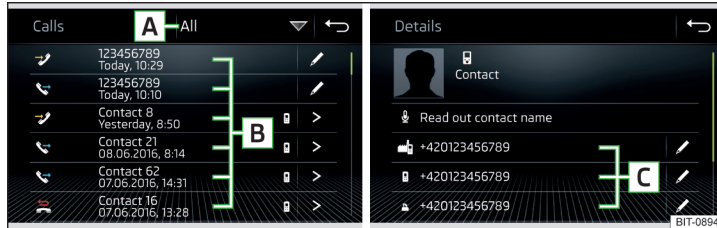

Abb. 205 Anrufliste / Kontaktdetail
► Im Hauptmenü *Telefon* die Funktionsfläche  antippen, es wird eine Anrufliste angezeigt » Abb. 205.
> Anzeige des Kontaktdetails » Abb. 205